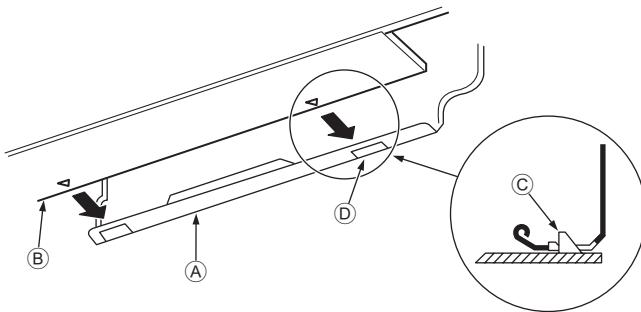

Fig. 3-10
3. Al introducir las tuberías de refrigerante y la manguera de drenaje en el orificio de penetración en la pared (manguito de penetración), cuelgue la parte superior de la unidad interior en la placa de montaje ①.
5. Fije la unidad en la placa de montaje ① empujando la parte inferior de la unidad. (Fig. 3-10)
- * Asegúrese de que los tiradores de la parte inferior de la unidad interior estén bien enganchados en la placa de montaje ①.
- Ⓐ Placa de montaje ①